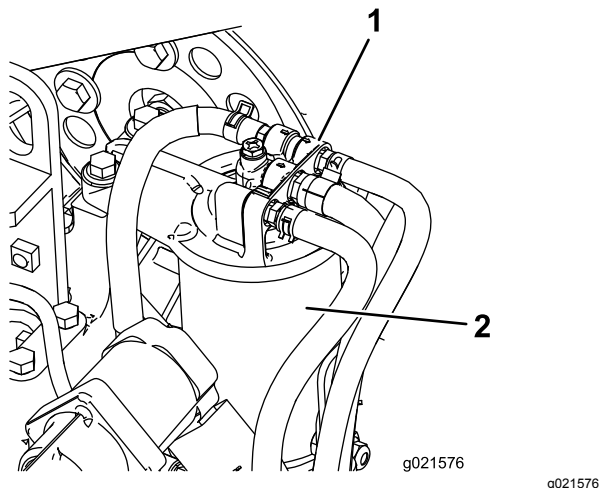

図 74
1. 燃料フィルタのヘッドの周囲をきれいに拭く【図 74】。
2. フィルタを外してフィルタヘッドの取り付け部をきれいに拭く【図 74】。